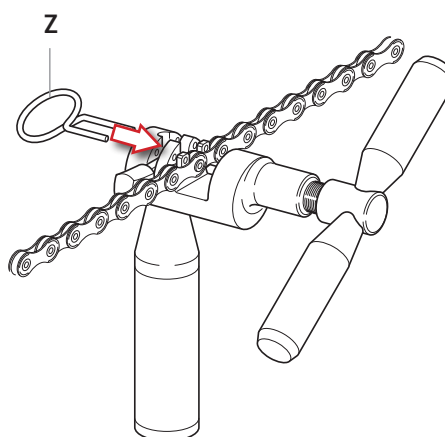

Fig.19
- Inserite la maglia da chiudere nelle apposite sedi (Fig. 19).
- Bloccate la maglia tramite l'apposito dispositivo di blocco (Z - Fig. 19).